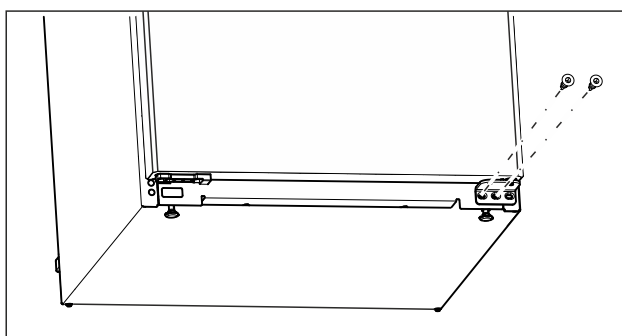

Fig. 7
- Skru den midterste skrue på det nederste hængsel af med en Torx 20-skruetrækker. (se Fig. 7)
- Skru den inderste skrue på det nederste hængsel af med en Torx 20-skruetrækker. (se Fig. 7)